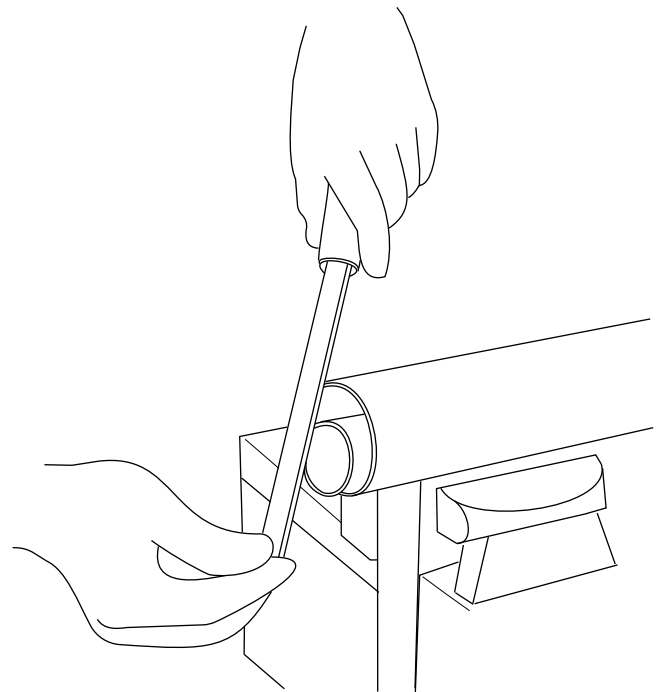

Figure 15
8. Ébavurez les extrémités des sections (Figure 15).